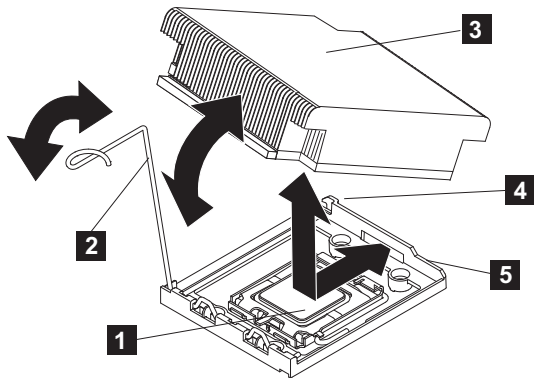

図 264. SAN ポリューム・コントローラー 2145-CG8 または 2145-CF8 マイクロプロセッサへのヒートシンクの取り付け
8. 298 ページの図 264 に示すように、マイクロプロセッサの上部でヒートシンクを位置合わせします。